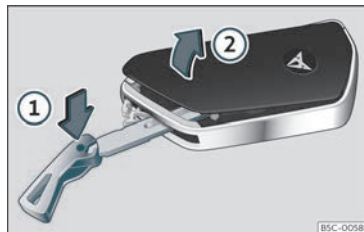

Fig. 68 Chave do veículo: abrir a tampa do compartimento da pilha.
- Introduza o palhetão na ranhura >>> **Fig. 68**, pressione no sentido da seta ① e solte a tampa fazendo alavanca ②.